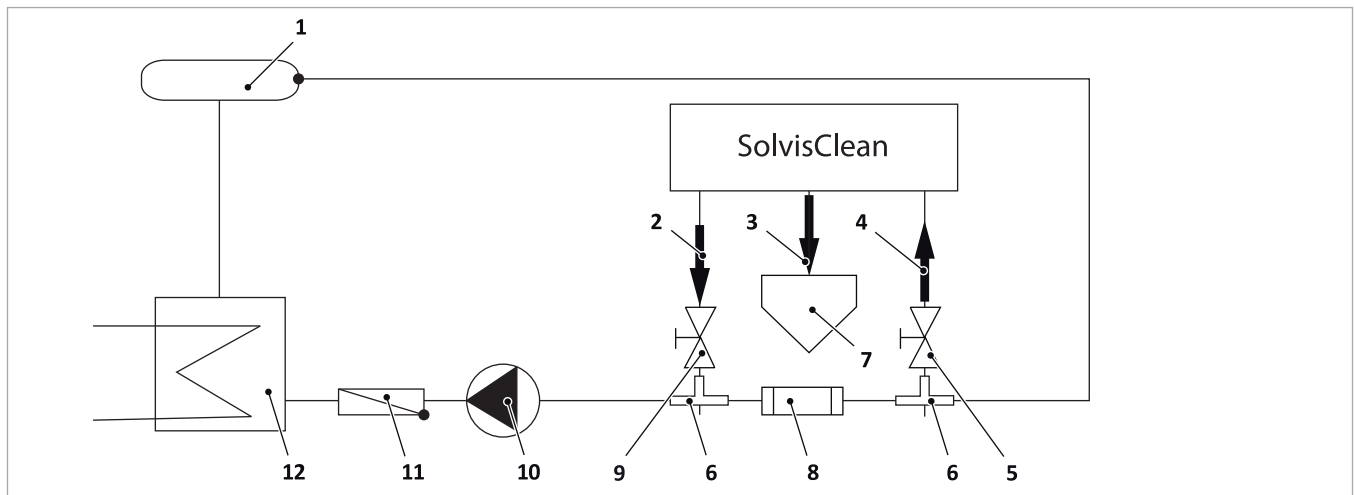

Abb. 2: Einbauschema der Anlage in die Trinkwasserinstallation
* Die Positionsnummern in Klammern beziehen sich auf ➔ *Abb. 2, S. 10*.